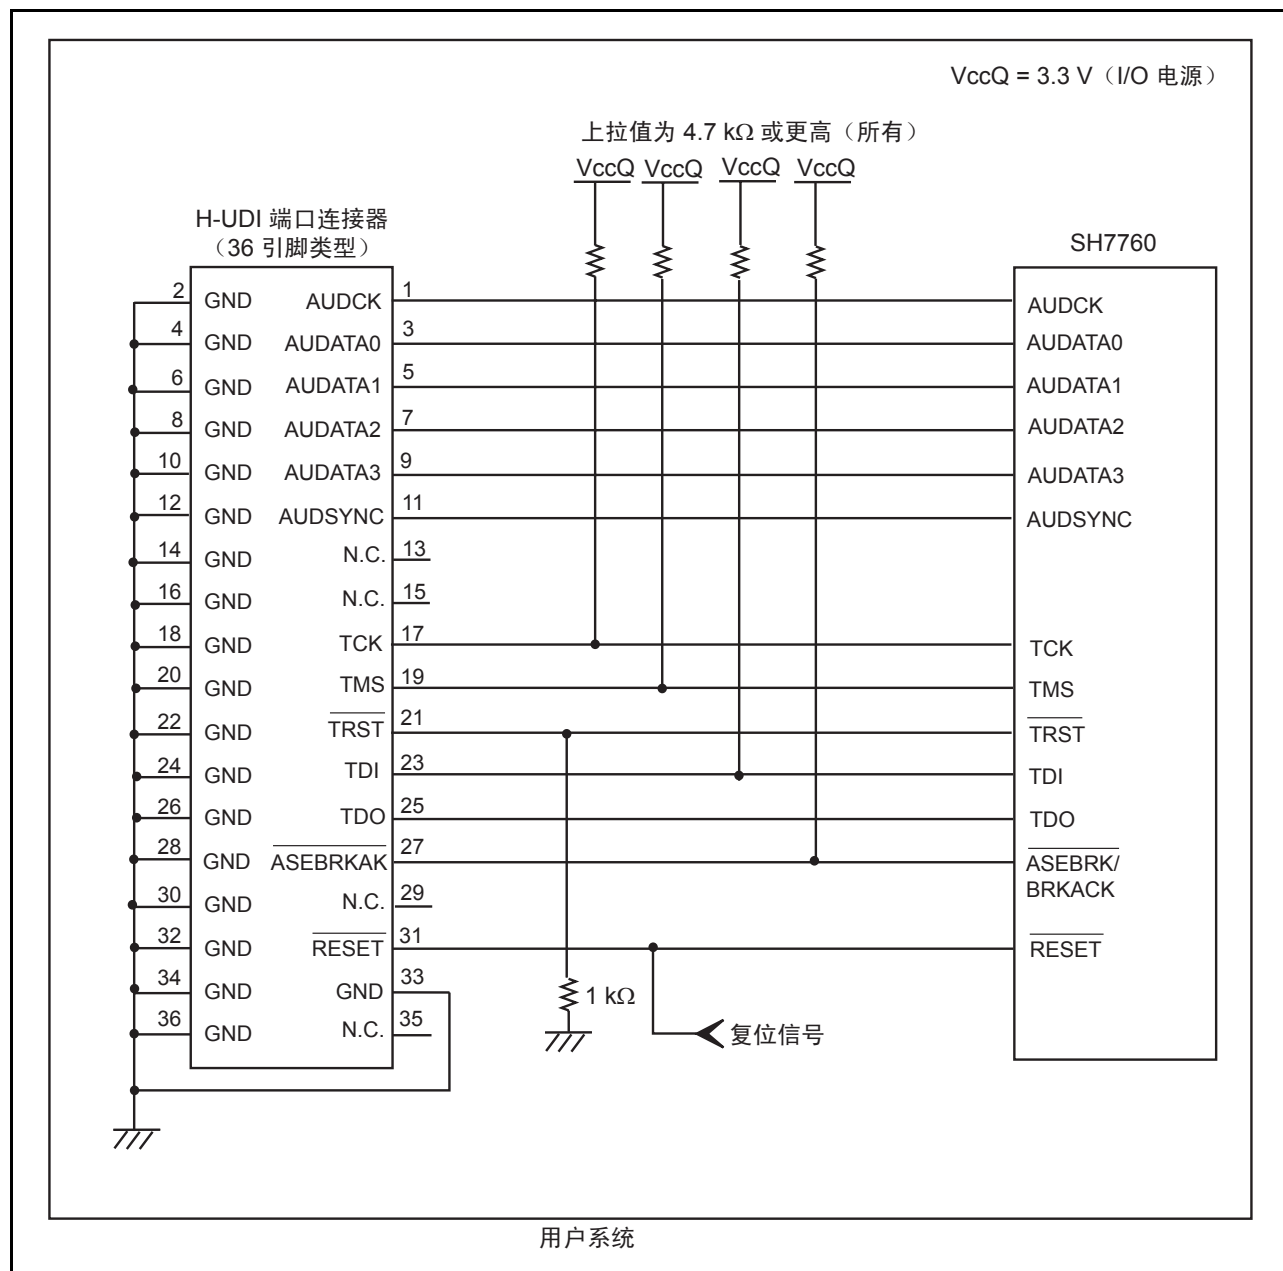

图 1.4 H-UDI 端口连接器（未连接 UVCC 的 36 引脚类型*）和 MPU 之间的连接电路（使用仿真器时）
5. 图 1.3 和图 1.4 中所示的电阻值是推荐值。
按照图 1.4 所示连接电路时，仿真器的开关设置为 SW2 = 0 和 SW3 = 1。有关详细信息，请参考《SuperH™ 族 E10A-USB 仿真器用户手册》中的 3.8 节“设置 DIP 开关”。